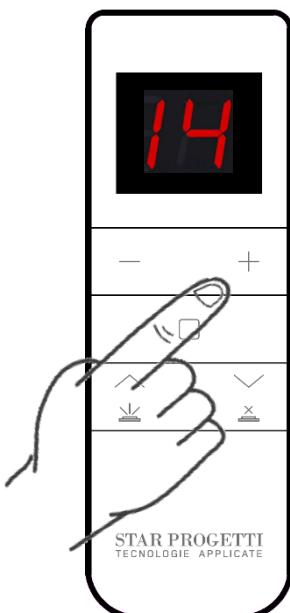
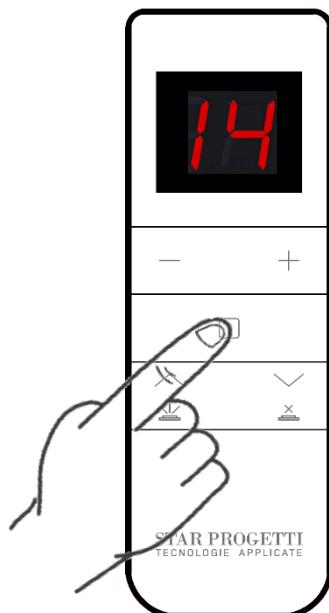

Fig.15
Fig.16
- Utilice los botones "+" y "-" para seleccionar el canal 14 (Fig. 15) e inmediatamente después pulse el botón como se muestra en la Fig. 16